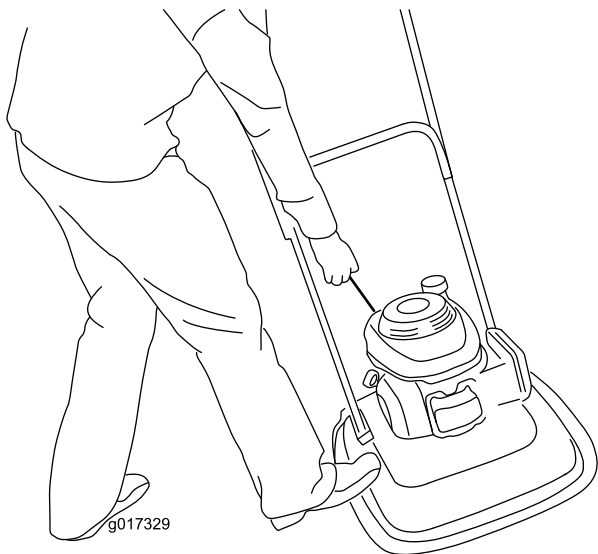

Figure 16
3. Placez le pied sur le tablier de coupe et inclinez la machine vers vous (Figure 16).